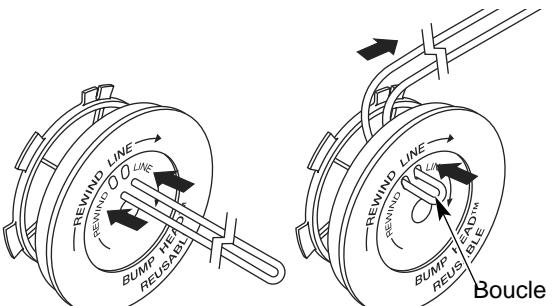

Fig. 18
6. Tome aproximadamente 5 m (16 pies) de nueva lnea de corte, enl cela en dos longitudes iguales. Inserte cada extremo de la lnea a trav s de uno de los dos orificios del carrete interior (Fig. 18). Pase la lnea a trav s del carrete interior de modo que el lazo sea lo m s pequ o posible.